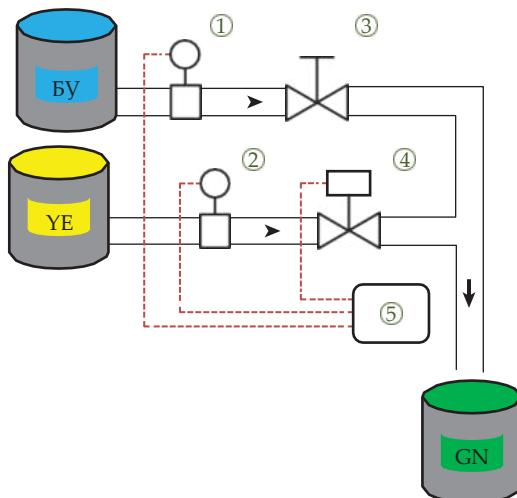

Рисунок 1.3
Непрерывное смещивание – это метод, используемый в более новых производственных объектах, и часто где производственная мощность высока. В этом методе различные ингредиенты текут все время. Скорость потока измеряется с помощью расходомеров (1) и (2) (рис. 1.3). Смешивание контролируется системой управления (5) и двумя клапанами (3) и (4) в соответствии с конкретной рецептурой, причем соотношение компонентов смещивания определяется как процентное отношение. Регулятор коэффициента может быть частью большой системы управления или отдельным блоком. В любом случае аддитивный поток (в нашем примере желтый цвет) постоянно подстраивается под основной поток (синий цвет), чтобы поддерживать устойчивое процентное соотношение в конечном смешанном продукте (зеленый цвет).